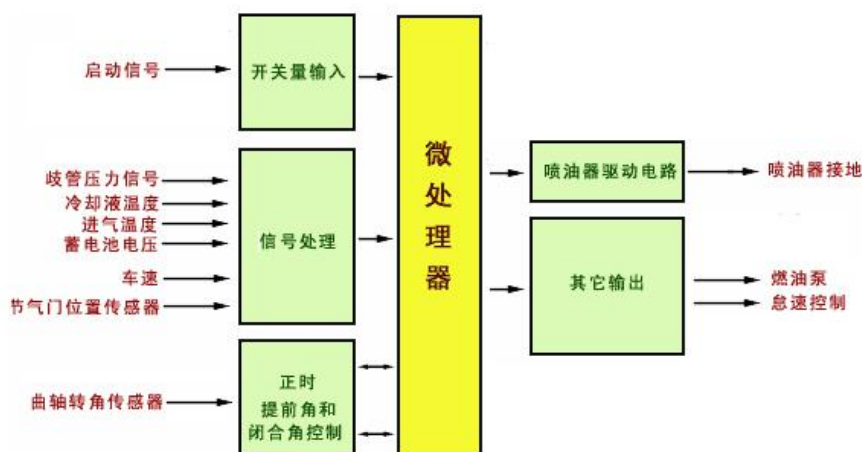

图 5.1 控制系统组成框图
- (1) **设计原理图和布线图：**根据实验内容 1-4 的安排以及图 5.1 所示的基本连接关系，确定系统的设计方案，并绘出原理图和布线图。